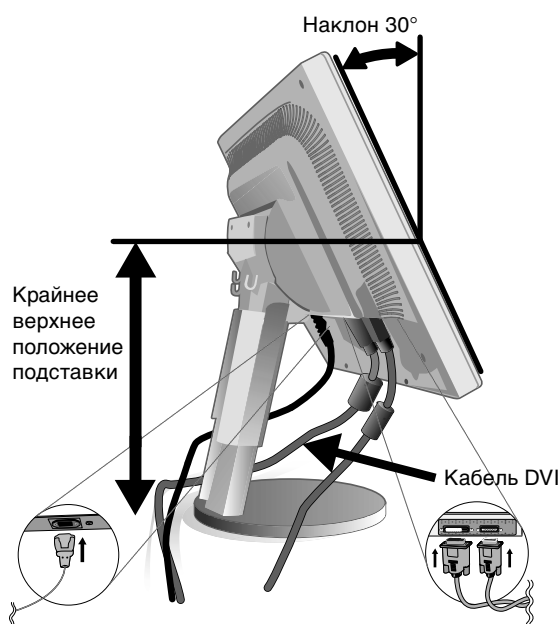

Рисунок C.1
3. Возьмите монитор с двух сторон и установите ЖК-панель в самое верхнее положение с углом наклона 30 градусов (**Рисунок C.1**).
4. Подключите все кабели к соответствующим разъемам (**Рисунок C.1**).
ПРИМЕЧАНИЕ. Если вы подключаете одновременно кабель видеосигнала DVI и кабель D-sub, то кабель DVI должен проходить вдоль выступа со стороны кабеля питания (**Рисунок C.1**).